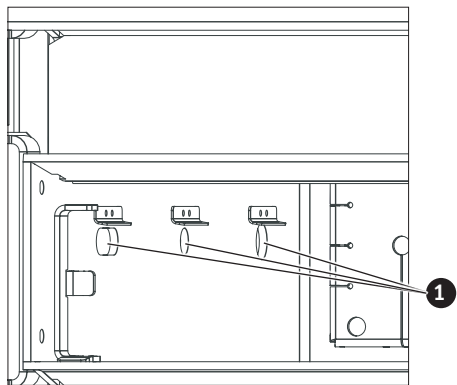

Fig. 69 Décrocher les tôles suspendues ; contrôler les ouvertures d'air primaire.
- ▶ Décrocher les tôles suspendues des deux côtés du foyer et contrôler, ou dégager le cas échéant, les ouvertures d'air primaire placées sous ces dernières – Fig. 69.